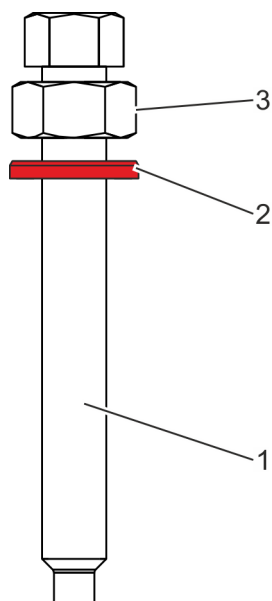

Abb. 28: Befestigungsschrauben vorbereiten
4. ➔ Jeweils eine Mutter (Abb. 28/3) vollständig auf die Befestigungsschrauben (Abb. 28/1) für die Blockiervorrichtung aufschrauben.
5. ➔ Jeweils eine Scheibe (Abb. 28/2) auf die Befestigungsschrauben (Abb. 28/1) für die Blockiervorrichtung aufstecken.